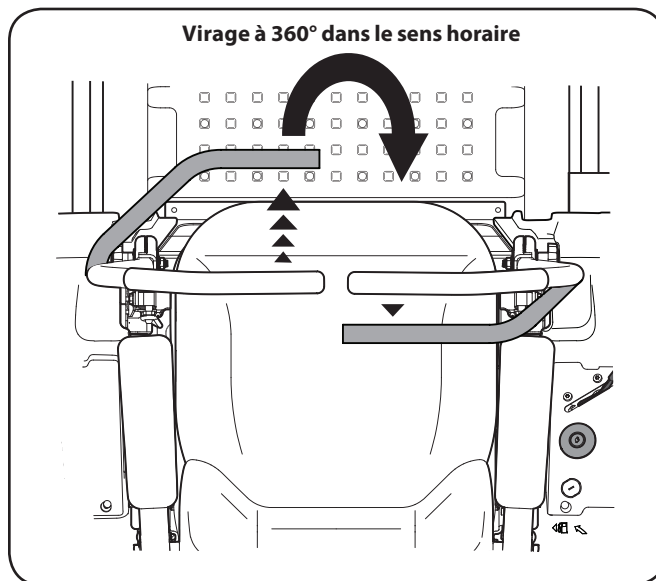

Figure 5-9
2. Pour tourner dans le sens horaire, poussez la barre de conduite gauche vers l'avant et tirez la barre de conduite droite vers l'arrière. Voir Figure 5-9.